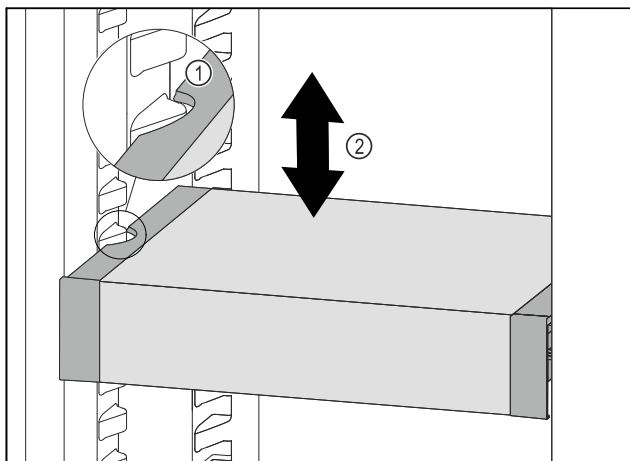

Fig. 63
- Tirare VarioSafe in avanti fino a quando le cavità laterali di VarioSafe non si trovano al livello della nervatura del contenitore nel vano frigorifero. Fig. 63 (1)
- Spostare VarioSafe verso l'alto o verso il basso nel vano frigorifero fino a raggiungere l'altezza desiderata. Fig. 63 (2)